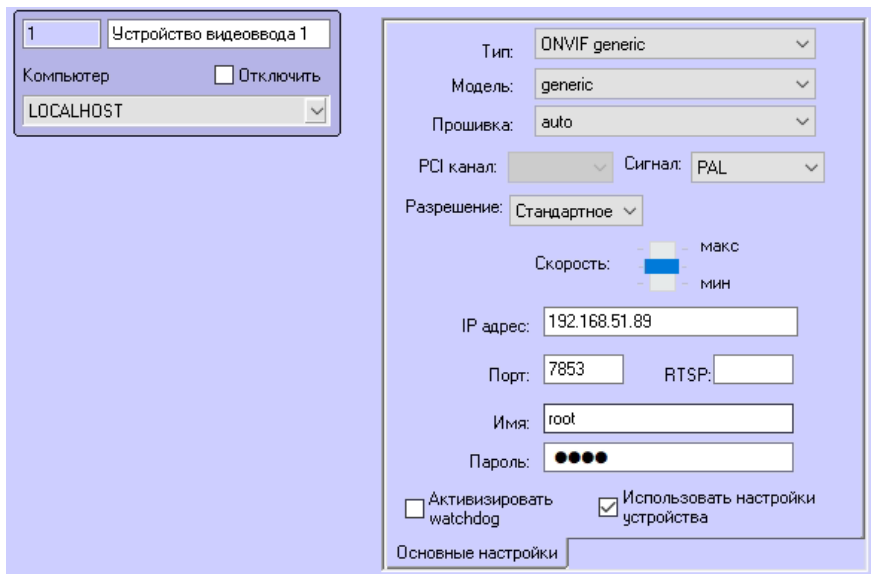

Рисунок 16 – Установка параметров устройства видеоввода
- 1.11. Нажать кнопку «**Применить**» (Рисунок 16).